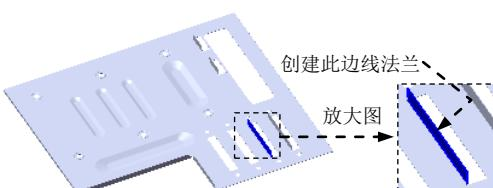
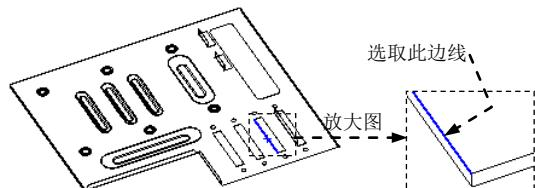

图 17.10.109 创建边线一法兰 8
图 17.10.110 定义特征的边线
Step33. 创建图 17.10.109 所示的边线一法兰 8。选取图 17.10.110 所示的模型边线为生成的边线法兰的边线。详细过程请参见 Step32。